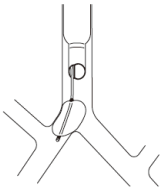

Fig.8
- 1) e 2) O acima mencionado pode ser atribuído ao fato de que o cuff bloqueador tenha sido deslocado para o lúmen da traqueia (herniação), estreitando-o (Fig. 8).
7. Se ocorrer a herniação descrita na Fig. 8, a hipoxemia pode ser remediada pela simples desinsuflação do cuff.